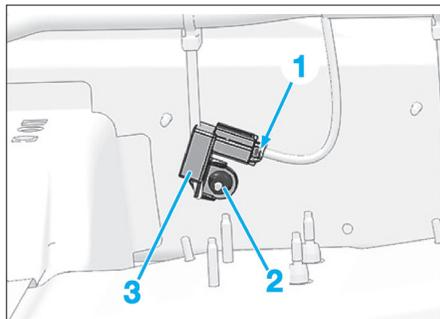

Fig. 21
- Débrancher le connecteur (1) (Fig.21).
- Déposer l'écrou de fixation (2) du capteur (3) et le déposer.